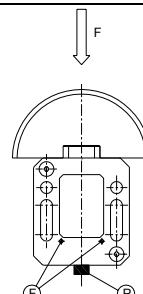

图 2 – Bild 2
- 3) 在方柱完全进入主体内部时，将预加负荷用柱销 ② 插入主体上可见的孔 F_p 中 (图 2);
- 3) With the column completely inside the body, put the preloading pin ② in the visible hole F_p on the body (Bild 2);